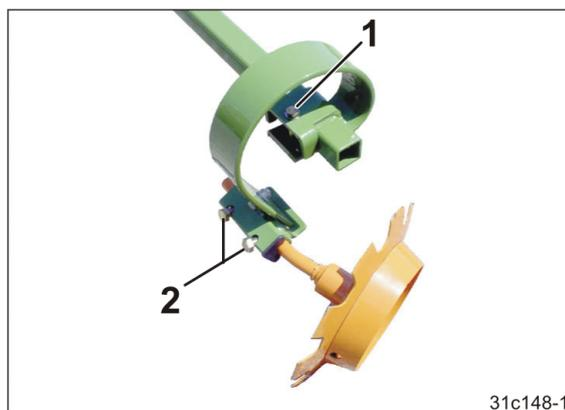

Fig. 160
4. Schraube (Fig. 160/1) lösen.
6. Schraube (Fig. 160/1) fest anziehen.
7. Beide Schrauben (Fig. 160/2) lösen.
9. Schrauben (Fig. 160/2) fest anziehen.